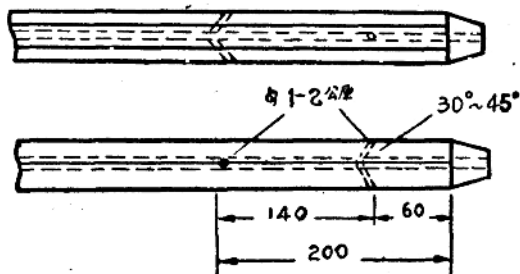

图 8
(1) 推广了龙烟生产坑口的钎子造水幕經驗，使凿岩产生的岩尘降低 38% 如图 8 所示。